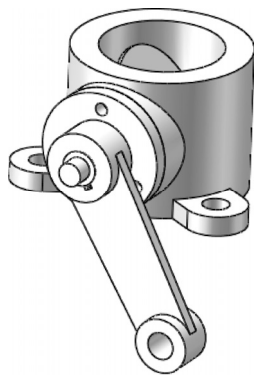
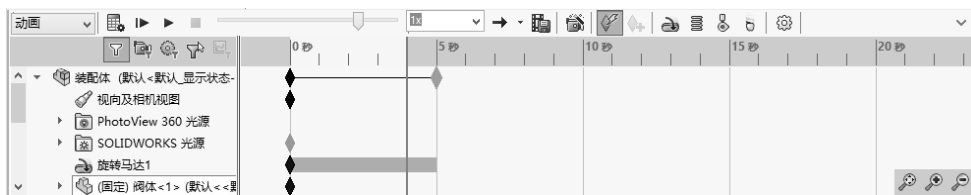

图 11-92 传动动画
图 11-93 MotionManager 界面
**04** 播放动画。单击 MotionManager 工具栏上的“播放”按钮，臂通过键带动轴和盘绕中心轴旋转，传动动画如图 11-92 所示，系统默认动画时间为 5s，MotionManager 界面如图 11-93 所示。